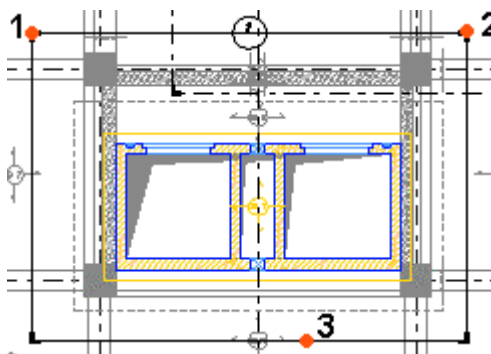

Figura 238: Definirea vederii locale
4. Desenați o polilinie pentru a delimita zona pentru care urmează să creați vederea locală. Zona este definită prin trei puncte și include pereții liftului (Figura 238).